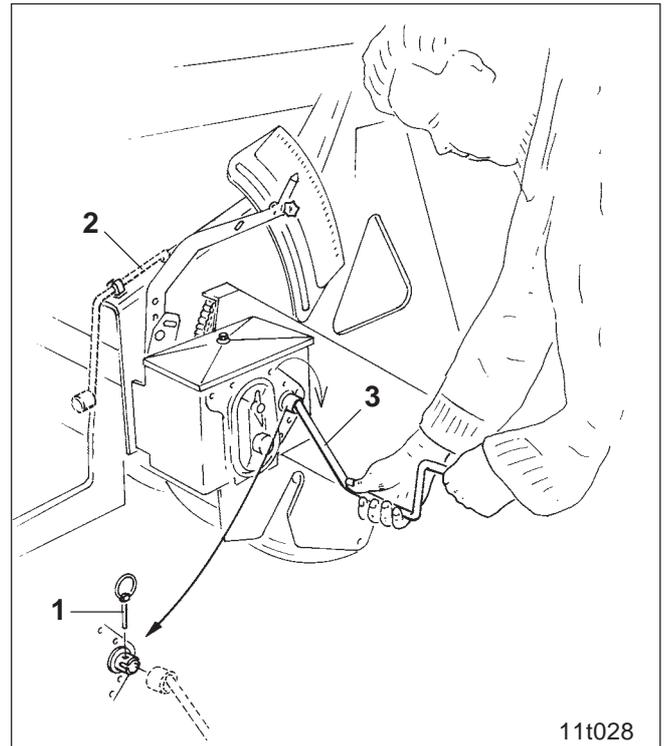

Fig. 17.3
- Klappstecker (Fig. 17.3/1) aus der Getriebehohlwelle herausziehen.
- Die Abdrehkurbel (Fig. 17.3/2) aus der Halterung am rechten Rahmenseitenteil herausnehmen.
- Abdrehkurbel (Fig. 17.3/3) im Getriebe einstecken.
- Abdrehkurbel (Fig. 17.3/2) in die Halterung stecken.
- Klappstecker (Fig. 17.3/1) in die Getriebehohlwelle einstecken.